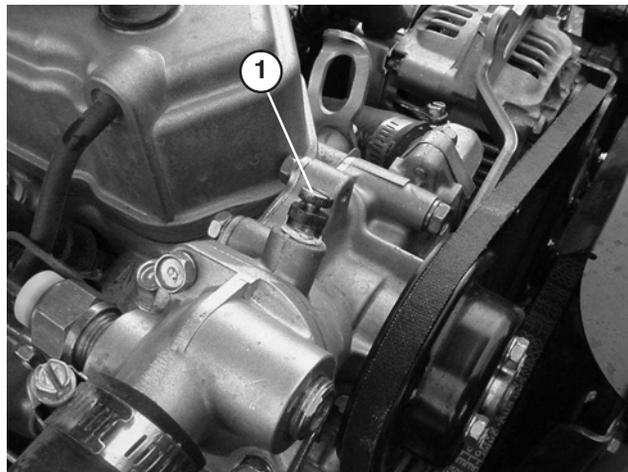

Figure 50
5. Ouvrez la vis de purge en haut de la pompe à eau (Fig. 50).